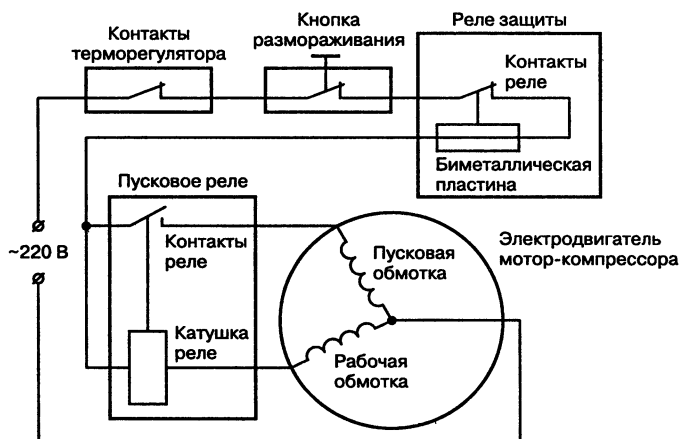

Рис. 9.30. Электрическая схема холодильника
- ♦ Дефект биметаллической пластины защитного реле: определите неисправность и замените деталь (рис. 9.30).